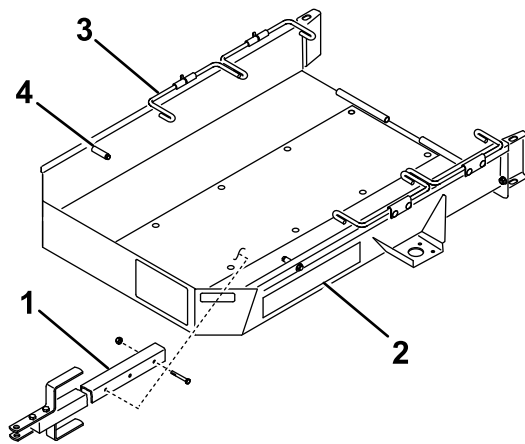

図 2
4. トレーラベッドの下側にある取り付けブラケットに、トングアセンブリを取り付けるボルト $\frac{3}{8}$ x $2\frac{3}{4}$ " 2 本、ロックナット 2 個を使用する図 2。
4. スロットルを低速にセットし、**ゆっくりとした速度**で、モアをトレーラに上げ、ホイールがトレーラのストップに当たるまで前進させる 図 2。
6. 第二組目のホイールロッドを下向きにする 図 2。